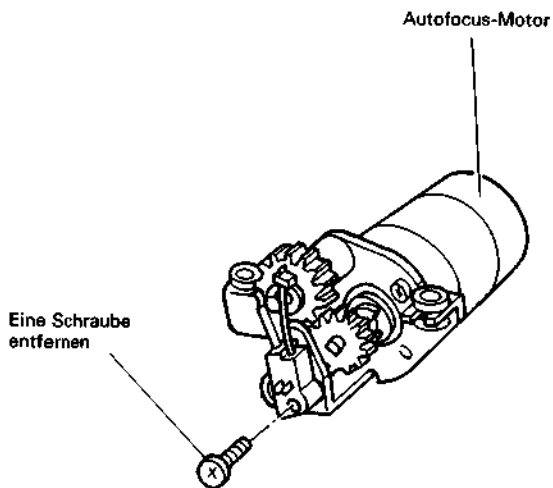

Abb. 2.117 Ausbau des Autofocus-Motors
4. Eine (1) Schraube entfernen (siehe Abb. 2.117).